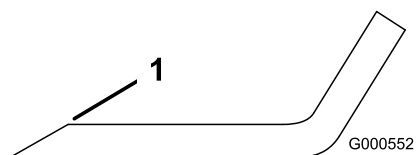

Figura 60
1. Utilize uma lima para afiar aresta de corte em ambas as extremidades da lâmina (Figura 60).
Nota: Se lâmina não estiver equilibrada, lime algum metal da extremidade da aba apenas (Figura 60).